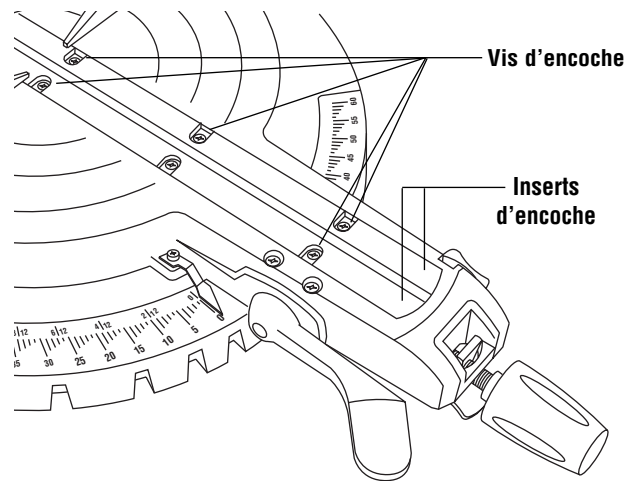

Figure 12. Insert d'encoche
2. Desserrez les six vis (6) de fixation de l'encoche livrant passage à la lame à l'aide de l'outil universel (Figure 12).